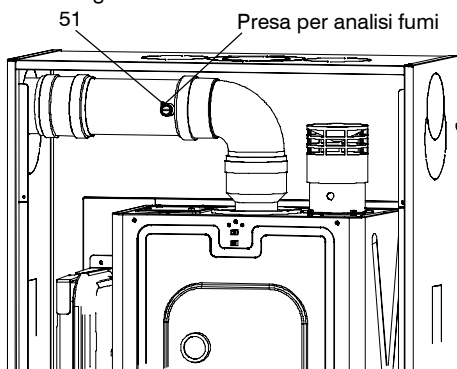

fig. 7.1
- 4 Collegare un analizzatore fumi alla presa di analisi fumi posta sullo scarico fumi della caldaia fig. 7.1